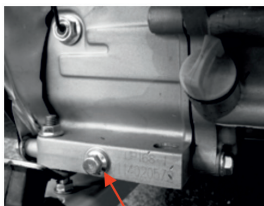

Рис. 21
3. Выкрутите сливной болт (рис. 21, 22).
5. Закрутите на место сливной болт с прокладкой (рис. 21).